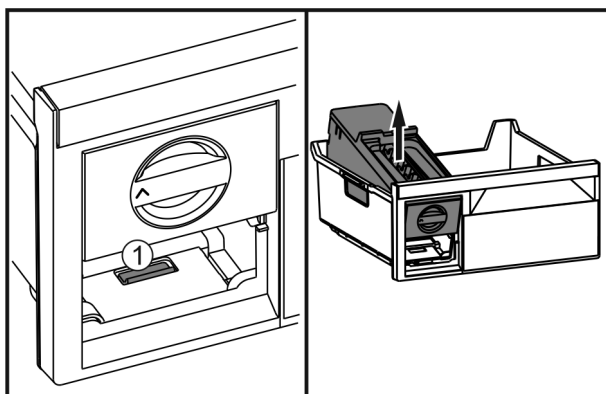

Fig. 39
- Premere la linguetta Fig. 39 (1), sollevare EasyTwist-Ice da dietro ed estrarlo dal cassetto del congelatore.